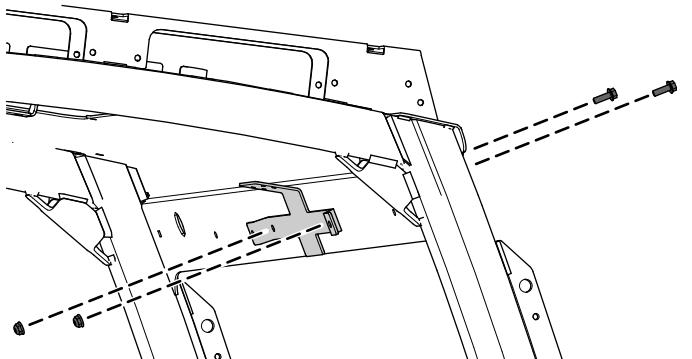

Figura 5
2. Sujete el soporte del retrovisor a la capota usando 2 pernos con arandela prensada ($\frac{1}{4}$ " x $\frac{3}{4}$ ") y 2 contratuerzas ($\frac{1}{4}"), como se muestra en la Figura 5.$